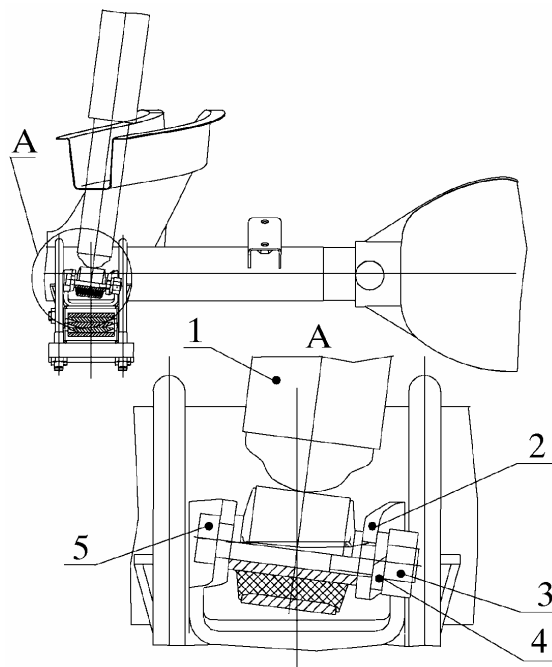

Рис. 3. Отсоединение нижних концов амортизаторов:
4.6. Отсоединить амортизаторы (см. рис. 3)